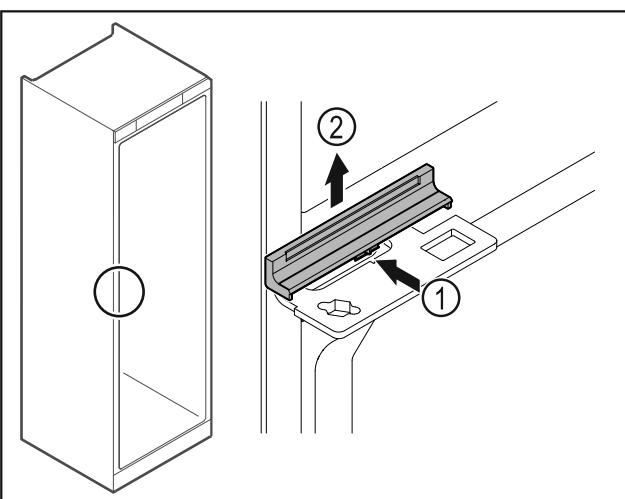

Fig. 43
► Lagano pritisnite poklopac Fig. 43 (1) na sredini i skinite ga prema gore Fig. 43 (2).